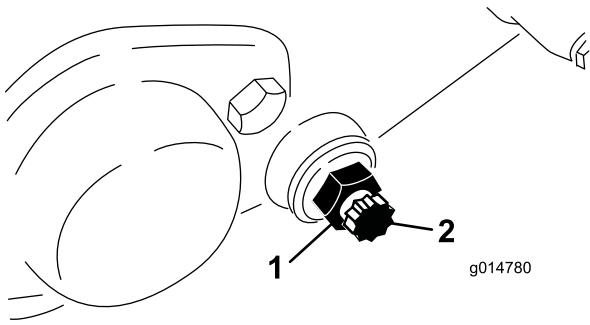

Bild 62
3. Lösen Sie an jeder Seite der Maschine die Klemmmutter, mit der die Schraube des Untermesserträgers befestigt ist (Bild 62).
4. Nehmen Sie jede Schraube des Untermesserträgers ab, damit der Untermesserträger nach unten gezogen und von der Maschine entfernt werden kann. Bewahren Sie die beiden Nylon- und die beiden Scheiben aus gestanzten Stahl an jedem Ende des Untermesserträgers auf (Bild 62).